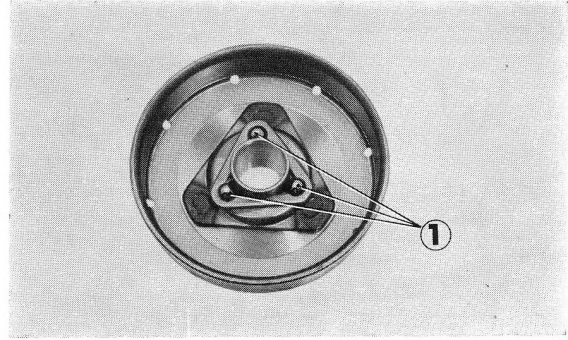

Figure 2-39 : ① billes d'acier n° 10
2. Vérifier si les billes d'acier n° 10 ne sont pas endommagées ou usées (figure 2-39).